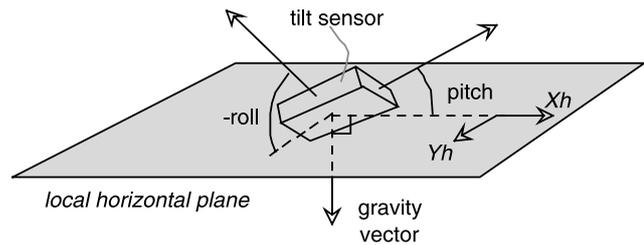

Figure2-Tilt sensor angles are referenced to the local horizontal plane defined by gravity.
本地的水平面，是相对于地球重力矢量而言（见图2），如果罗盘置于本地的水平面上，则俯仰和横滚角均为0度，航向角为： $\text{Heading} = \arctan(Y_h/X_h)$ (1)
低成本的倾斜传感器，如两轴电解和双轴加速度计，可以直接测量俯仰和横滚角度。液体填充的电解倾斜传感器，类似于一个玻璃套管，当传感器改变角度时，通过电极来监控液体运动。固态加速度倾斜传感器，通过机电电路（如图2）来测量地球重力强度。这两种传感器很类似，它们都有两个测量与水平面的夹角的单轴组件。信号调理电路，用来得到与倾角成正比的输出信号。这些传感器可被用于捷联装置，因为它们没有移动或摆动部件，可用于车辆应用。